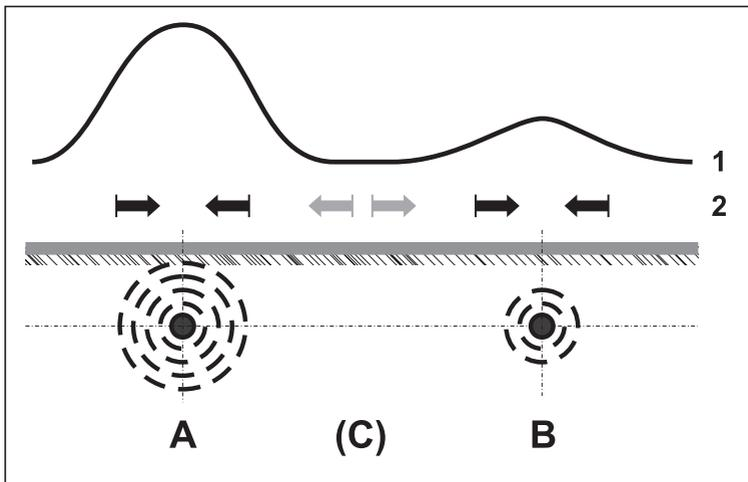

Fig. 28: Situation de localisation en cas de conduites rapprochées
La figure 28 illustre une situation de localisation dans laquelle une conduite B est très proche de la conduite à localiser A. La conduite A est injectée directement. Le tracé du signal (1) montre un maximum sur les deux conduites.